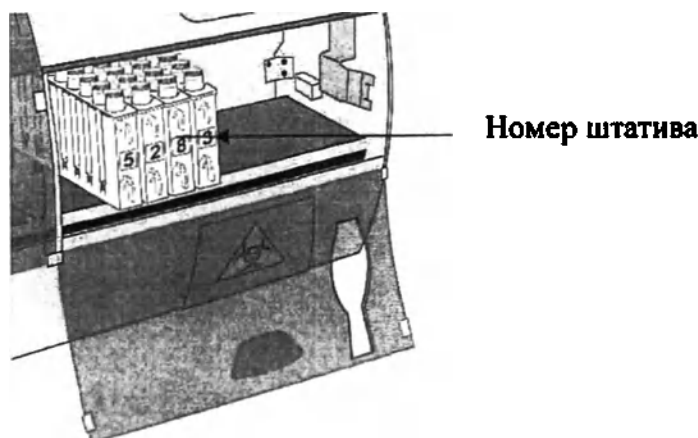

РИСУНОК 10
• Выходной конвейер предназначен для извлечения штативов с образцами после окончания анализа в аналитическом блоке. Для извлечения штативов с образцами из прибора необходимо открыть дверцу (см. рисунок 10). Данный блок также снабжен датчиком переполнения.